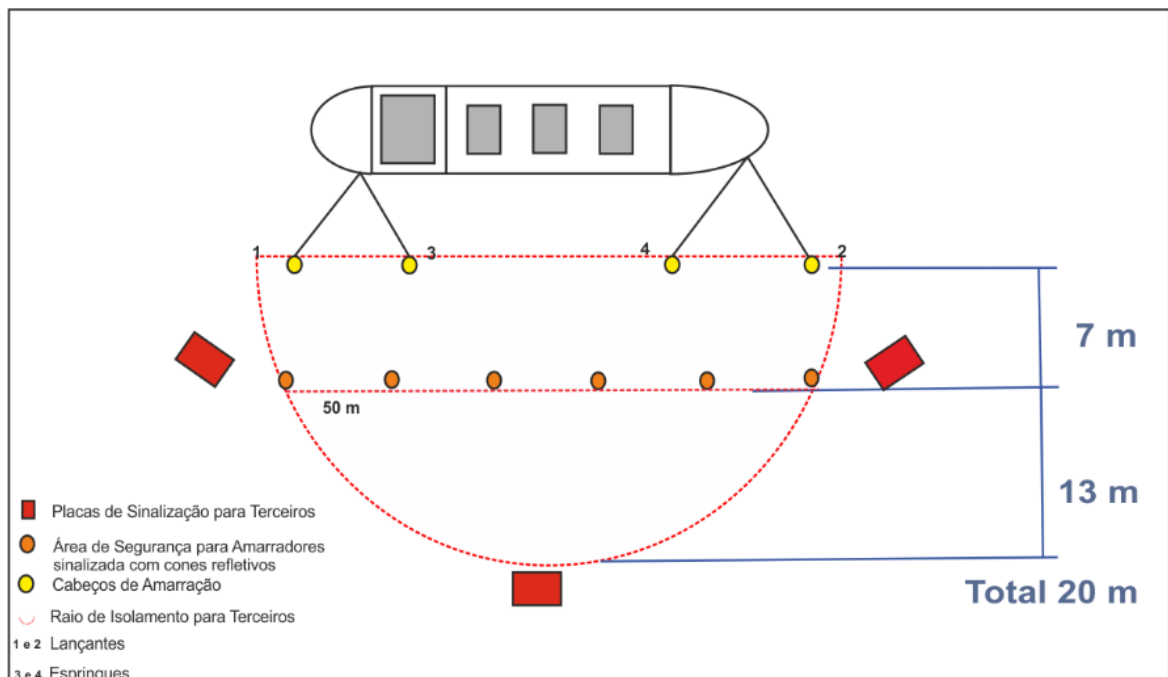

FIGURA 04: ESQUEMA PARA DELIMITAÇÃO DAS ÁREAS NAS ATIVIDADES DE AMARRAÇÃO
5.5.4. Deverão ser utilizadas 3 placas para sinalização de área contra acesso de terceiros, de forma que a disposição das placas atenda ao esquema indicado na FIGURA 04;
5.5.15. Durante as manobras de atracação, as cordas e os cabos encontram-se frequentemente sob tensão. Após o encapelamento dos cabos, os trabalhadores deverão permanecer, obrigatoriamente, posicionados em uma área com raio mínimo de 7 metros dos cabeços (FIGURA 04), denominada como **ÁREA SEGURA PARA AMARRADORES**, devidamente sinalizada por 1 cone a cada 50 metros, o que representa uma linha imaginária de segurança. O objetivo desta área é manter os trabalhadores em um local onde não sejam alcançados pelo golpe de um eventual chicoteio ocasionado pela ruptura de um cabo de amarração;